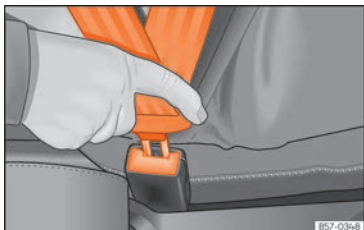

Abb. 14 Schlosszunge des Sicherheitsgurts in das Gurtschloss einstecken.
- Schlosszunge fest in das zum Sitzplatz gehörende Gurtschloss stecken »» **Abb. 14**.